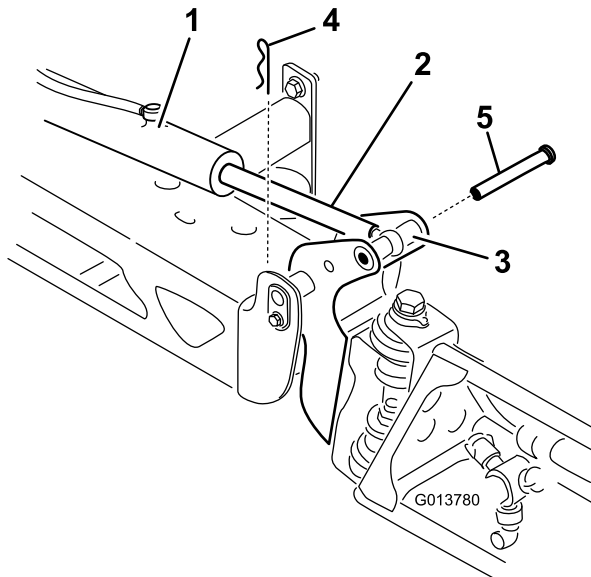

Figure 148
2. Retirez la goupille fendue de l'axe de pivotement (Figure 148).
3. Élevez la rampe et retirez l'axe (Figure 148), puis abaissez lentement la rampe au sol.
9. Tout en maintenant la rampe, insérez l'axe dans le pivot de rampe et la tige du vérin (Figure 148).